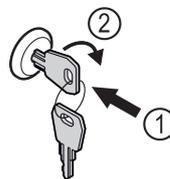

Fig. 170 Näitlik kujutis
- ▶ Vajutage võti sisse Fig. 170 (1).
- ▶ Keerake võtit 90° päripäeva Fig. 170 (2).